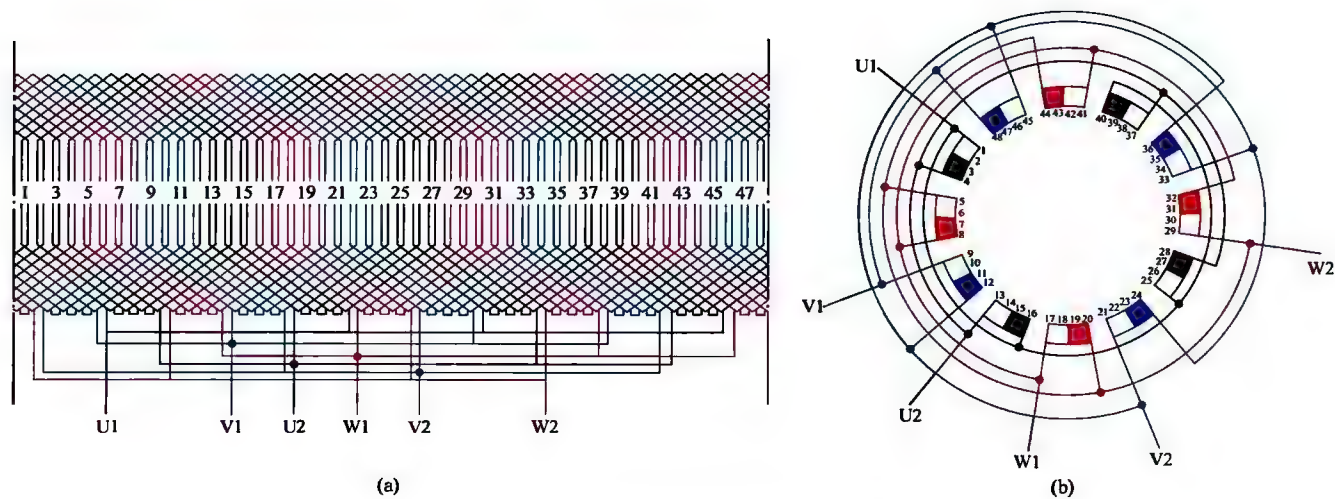

图 1-43 三相 4 极 48 槽双层叠绕组 4 路接法 (2)
43. 三相 4 极 48 槽双层叠绕组 4 路接法展开图与接线圆图 (2) (见图 1-43)